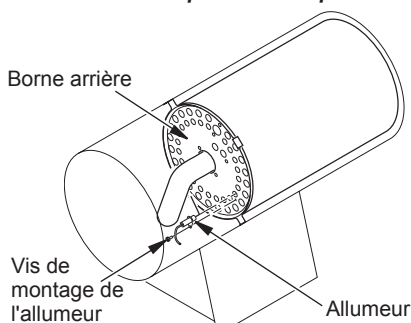

Figure 15 - Retrait de l'allumeur et de la vis de montage
3. Retirez la vis de fixation de l'allumeur de la borne arrière avec un tourne-écrou ou un tournevis standard (voir figure 15).